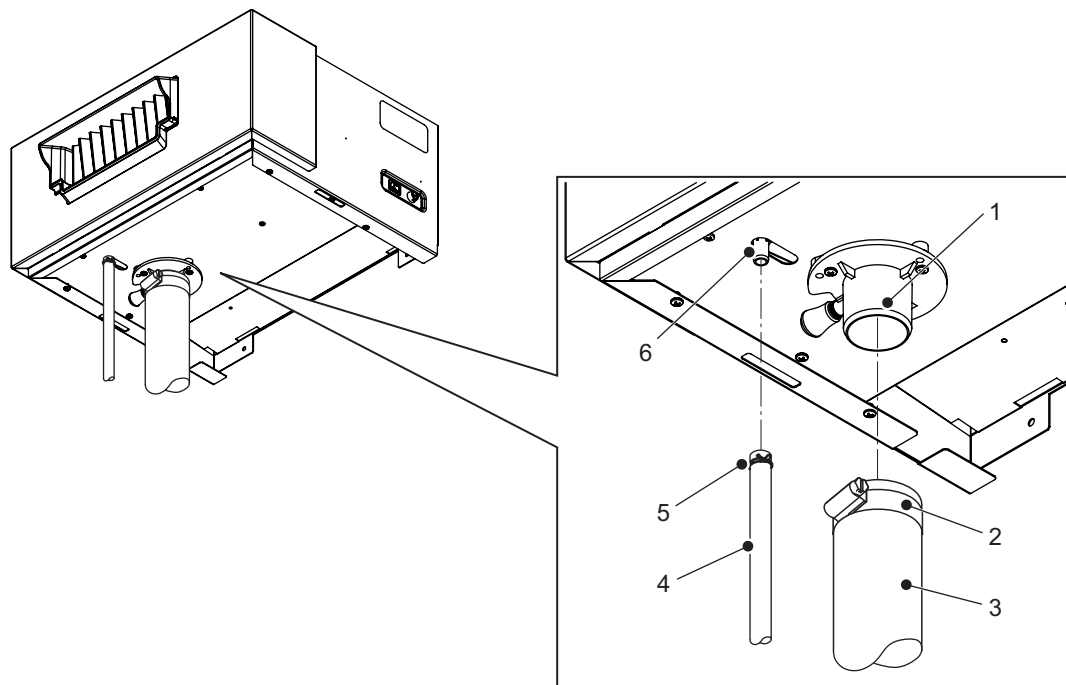

Figure 11 : Raccords de tuyau sur l'unité de ventilation
- a. Fixer le tuyau de vapeur (non fournie) à l'adaptateur vapeur à l'aide d'un collier de serrage (fourni). Consulter la Figure 11.